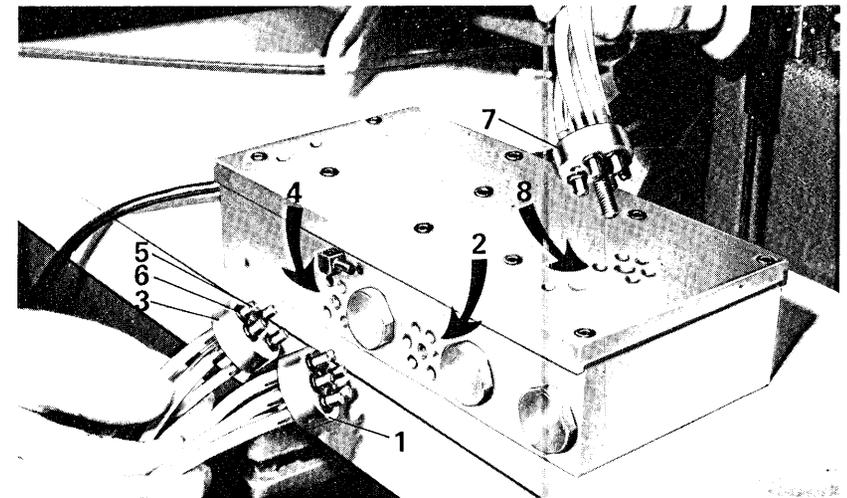
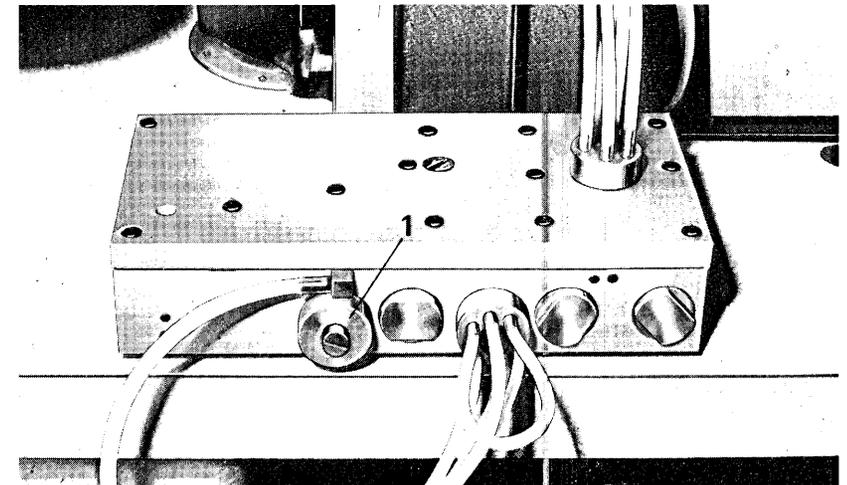

Fig. 11
Fig. 12
- Inserire la spina 7 fig. 11 nella presa 8 della centralina
- Inserire la spina 1 fig. 11 nella presa 2 della centralina.
- Collegare i tubetti uscenti dalla spina 1 fig. 11 ai raccordi della valvola di comando 1 figg. 1 e 2. Fare attenzione alla corrispondenza fra i numeri riportati sulla spina e quelli riportati sulla valvola di comando.
- Inserire la spina 3 fig. 11 (che collega la centralina con la valvola a ginocchiello o a pedalina comando alzapiedino e col cilindro alzapiedino) nella presa 4.
Assicurarsi che la presa 4 fig. 11 sia chiusa dall'apposito disco ponte 1 fig. 12.
NOTA: La numerazione riportata sulle due spine corrisponde a quella riportata sulle varie valvole e cilindri. Prima di inserire le spine, verificare che i fori di passaggio aria siano perfettamente puliti e che ciascun raccordo 5 fig. 11 sia provvisto dell'anello di tenuta 6. Dopo aver inserito le spine nelle rispettive prese, stringere bene la vite di bloccaggio per evitare perdite d'aria.